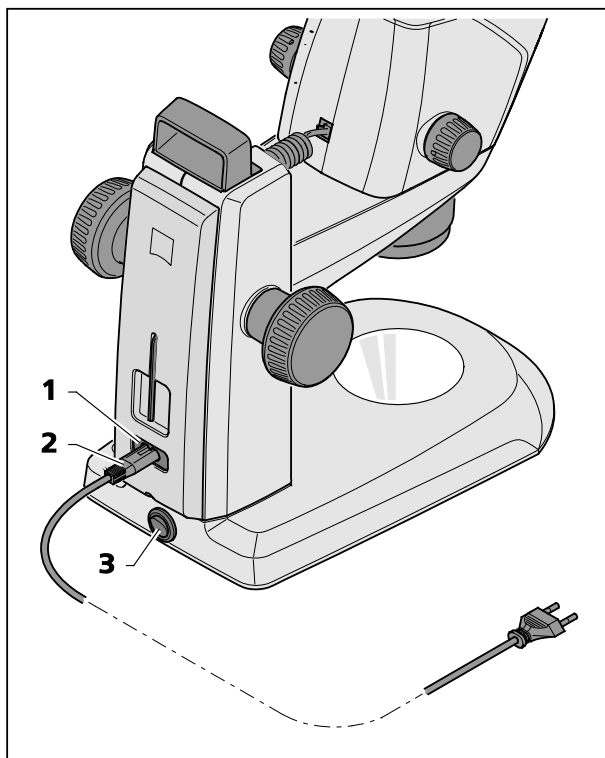

図 5 双眼実体顕微鏡の接続
- 電源ケーブル (図 5/2) を鏡注の電源ソケット (図 5/1) に差し込みます。
- 電源ケーブル (図 5/2) をコンセントに接続します。
- 双眼実体顕微鏡のオン/オフは電源スイッチ (図 5/3) で行います。
- 第 3.3 章の記載に従って、双眼実体顕微鏡を電源スイッチ (図 5/3) でオンにします。